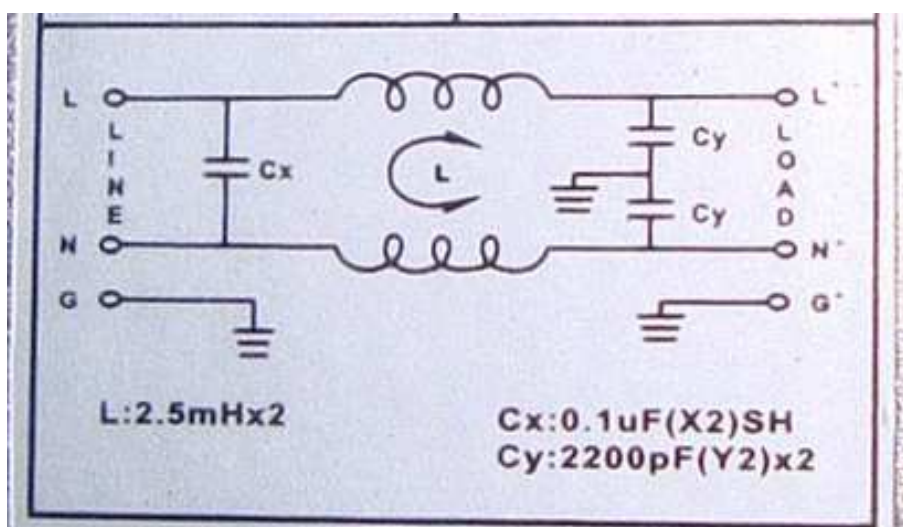

Рис. 4.11.
4.17.3. Проверить с помощью мультиметра в режиме «зуммера» исправность цепи между клеммами «L» и «L'», затем между клеммами «N» и «N'» (рис. 4.11). Показания прибора должны соответствовать нулевому сопротивлению (как и при замкнутых щупах).
4.17.4. Проверить с помощью мультиметра в режиме «зуммера» исправность цепи между клеммами «G» и «L», затем между клеммами «G» и «N» (рис. 4.11). Показания прибора должны соответствовать «обрыву цепи» (как и при разомкнутых щупах).